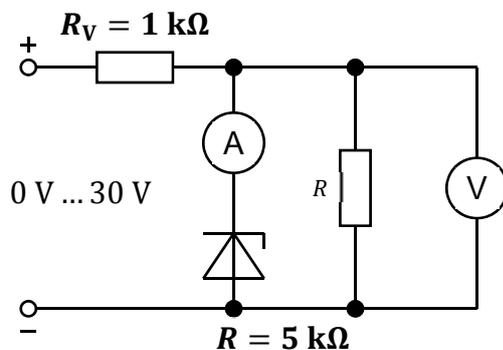

Figure 14: Test circuit at constant load R | Messschaltung bei konstanter Belastung R
- Depending on applied DC voltage U at a constant load R (Figure 14); $U_a = f(U)$ and $I_Z = f(U)$ have to be presented in one diagram!
- in Abhängigkeit von der angelegten Gleichspannung U bei konstanter Belastung R (Figure 14); Darzustellen sind $U_a = f(U)$ und $I_Z = f(U)$ in einem Diagramm!